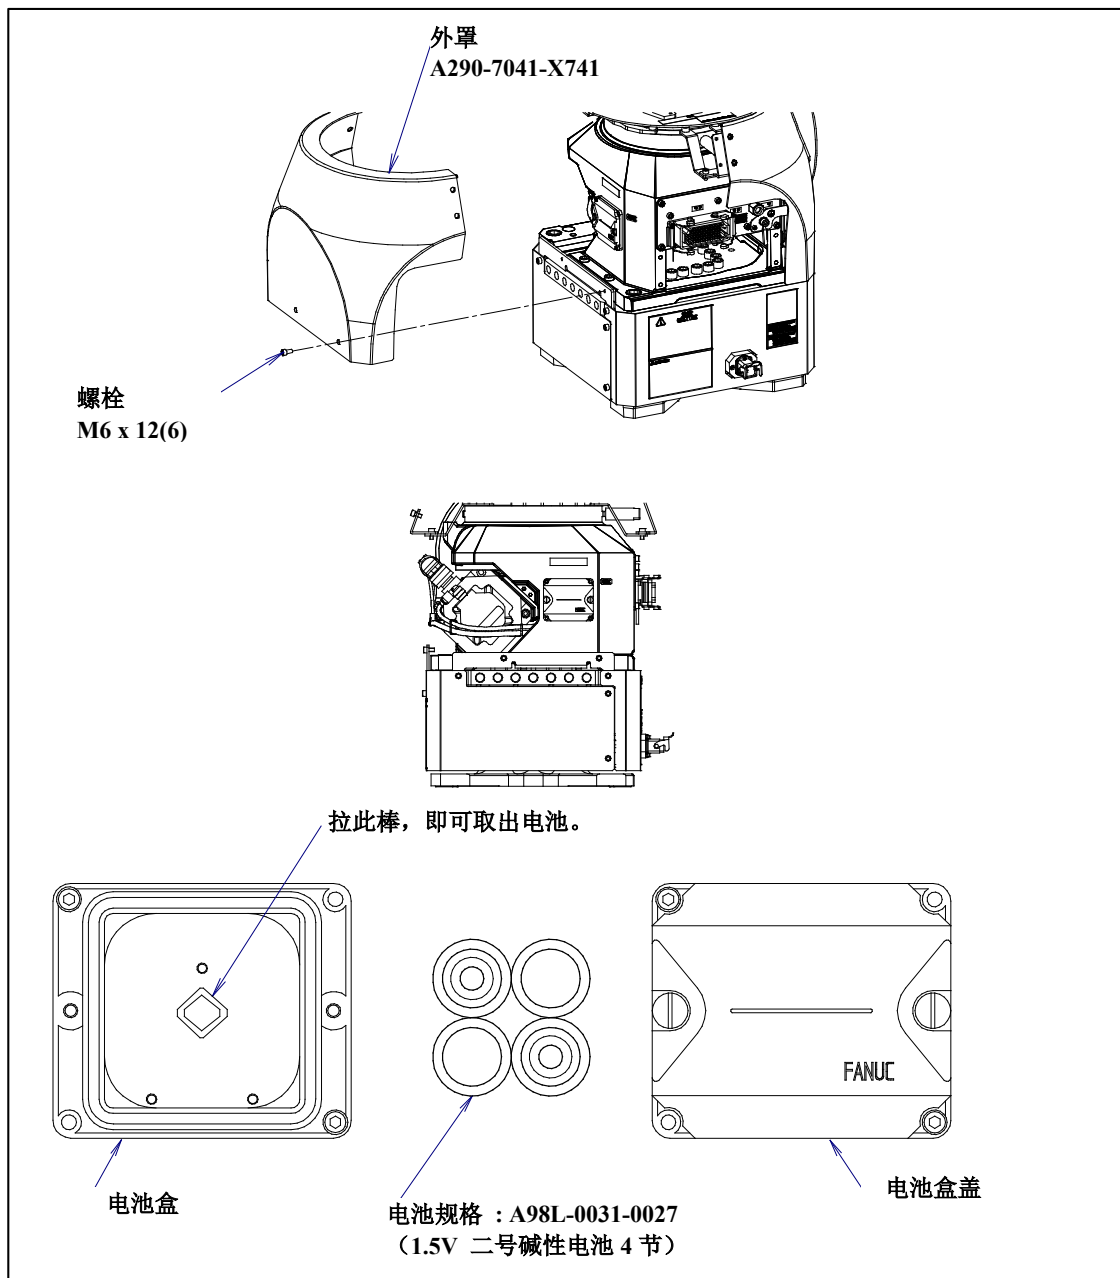

图 7.3.1 (a) 电池的更换
- 3 拆下电池盒的盖子。（图 7.3.1 (a)）电池盒盖无法拆除的时候，用塑料锤子轻轻地横着敲一下。